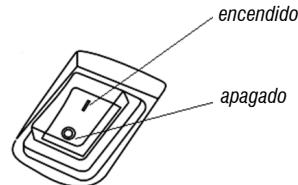

Fig. 16 – Botón de encendido/apagado
2. Los aspiradores tienen un botón de encendido/apagado, para encenderlos basta con girar el botón a la posición de encendido (fig. 16).